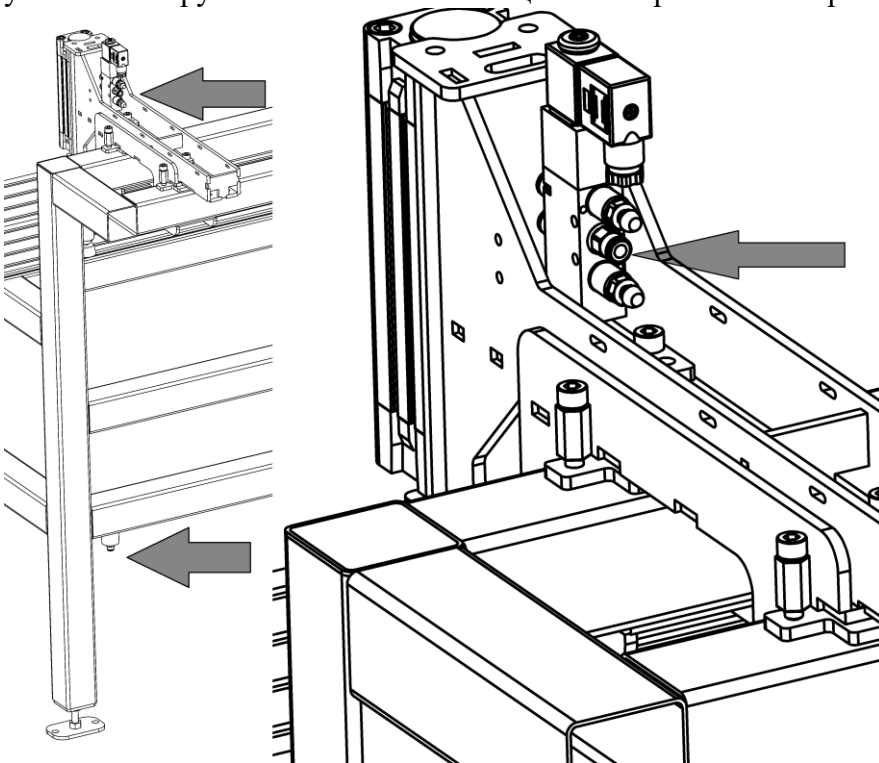

Рисунок 13.
- Подключаем ПМ к пневматической системе комплекса (рис. 13). Подключение производится установкой трубки пневмосистемы в цанговый разъем электроклапана.